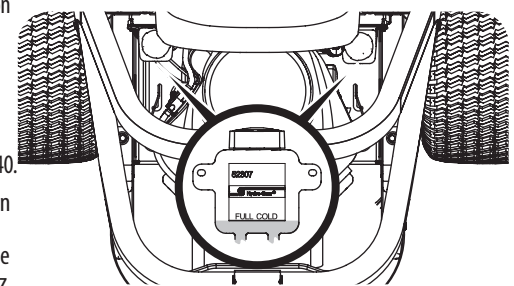

Figure 40
1. Nettoyez le bouchon du réservoir et la zone autour du bouchon pour que les débris ne contaminent pas l'huile. Voir Figure 40.
2. Tournez le bouchon dans le sens anti-horaire pour le retirer, puis vérifiez le niveau d'huile. Il doit y avoir de l'huile au fond de la cuvette, cependant le niveau d'huile NE doit PAS dépasser la marque PLEIN FROID (FULL COLD). Voir Figure 40. NE REMPLISSEZ PAS CE RÉSERVOIR.
1. Retirez le bouchon du réservoir d'expansion de l'huile de la transmission. Voir Figure 40.